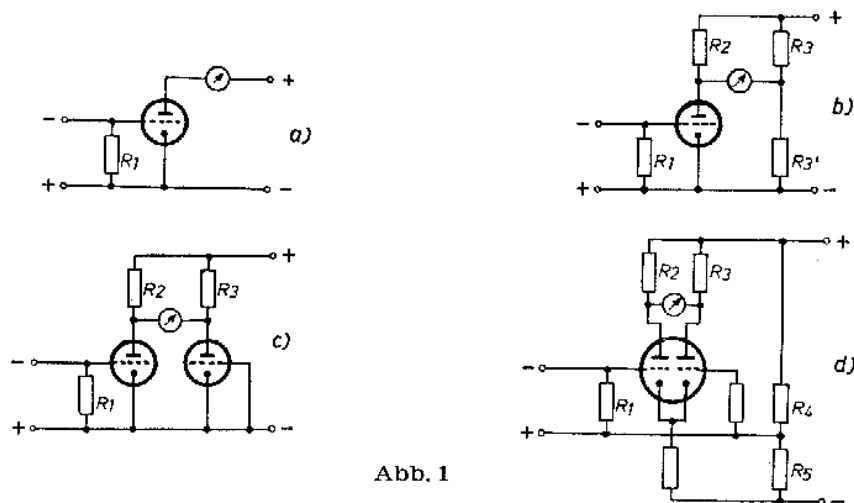
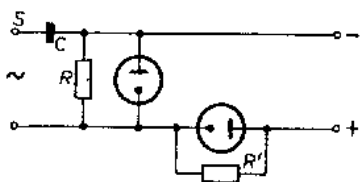
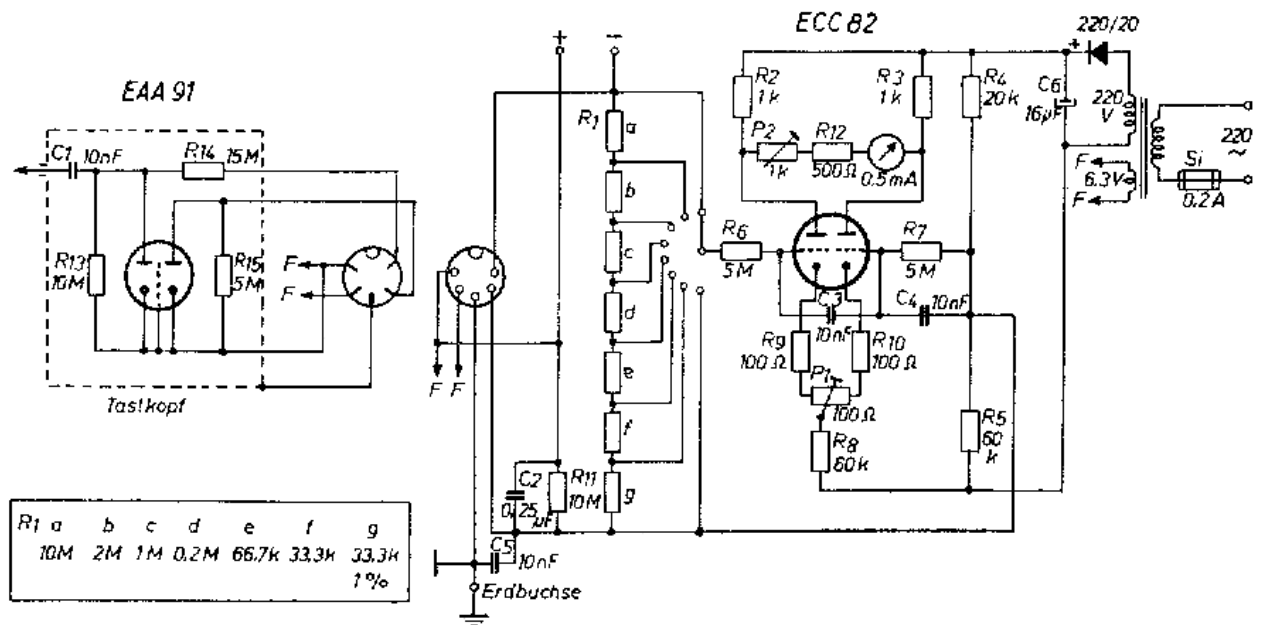

Abb. 1
Abb. 2
Abb. 4
In Abb. 1 a-d soll das elektrische Skelett verständlich gemacht werden. Zunächst seien nur Gleichspannungen zu messen, die mit der gezeichneten
Anders liegt der Fall, wenn Wechselspannungen gemessen werden sollen. Wir lassen unsere bisherige Anordnung bestehen und schalten einen Gleichrichter davor. Abb.2 zeigt einen einfachen Diodenkreis, der völlig genügt. Diese Schaltung (die linke Diode mit R) kennen wir vom Demodulator im Empfänger her. R wird - wie R1 - mit 10 MOhm gewählt, während C nur so groß sein muß, daß die tiefste zu messende Frequenz noch erfaßt wird (für 50 Hz genügen 10 nF). Die ganze Anordnung wird in eine handliche kleine Sonde (Tastkopf) eingebaut und mit dem Röhrenvoltmeter durch ein Kabel verbunden, das nur noch Gleichstrom und Heizstrom führt. Die Eingangsbuchse S ist als Tastspitze ausgeführt (siehe Photo), damit bei hochfrequenten Messungen lange Leitungen vermieden werden. Über die zweite Diode und R' siehe weiter unten.
Bevor wir zur Gesamtschaltung (Abb. 4) übergehen, müssen wir uns noch mit drei wesentlichen Fragen herumschlagen:
1. Anlaufstrom. In jeder Diode - dazu gehört auch die Strecke Katode-Steuergitter bei Verstärkerröhren - fließt auch bei null Volt angelegter Spannung ein kleiner sog. Anlaufstrom (Abfluß freier Elektronen aus der Katode). Er erzeugt in einem Widerstand (R1 in Abb.1, R in Abb.2) einen Spannungsabfall, der von R abhängt und hier bei etwa 1 Volt liegt. Die Diode in Abb. 2 liefert also bereits im Ruhezustand eine kleine Gleichspannung. Wir kompensieren sie mit Hilfe einer zweiten Diode und R', so daß sich die beiden Anlaufspannungen gerade aufheben. Theoretisch müßten R und R' gleich groß sein, in unserer Schaltung ist R' aber wesentlich kleiner, was auf eine geringe Unsymmetrie der Brumm-Einstreuungen zurückzuführen ist.
Aber nicht nur im Diodenkreis, sondern auch im Gitterkreis der Triode tritt diese Anlaufspannung störend hervor. Wenn R1 sich nicht ändern würde, hätte sie keine Bedeutung. Da wir R1 jedoch als Spannungsteiler ausbilden wollen, um verschiedene Meßbereiche zu bekommen (Abb. 4), ändert sich mit jedem Umschalten auch die Anlaufspannung und bedingt jedes Mal eine Nullkorrektur des Instrumentes. Durch Vorschalten eines großen Gitterwiderstandes vor die Röhre (R6 in Abb. 4) vermindern wir diesen Effekt sehr. Aus Symmetriegründen bekommt auch die rechte Röhre den Vorwiderstand. Die Null-Lage muß jetzt nur beim Umschalten auf den kleinsten Meßbereich geringfügig nachgestellt werden.
2. Null - Einstellung. Jeder Gleichspannungs-Verstärker (diesen Fall haben wir hier vor uns) muß von Zeit zu Zeit etwas nachjustiert werden, da sich die Röhrendaten und Widerstandswerte während der Betriebszeit geringfügig ändern. In Abb. 4 wird mittels P1 die Symmetrie zwischen den beiden Katoden eingeregelt. Ferner sehen wir in Serie mit dem Instrument das Potentiometer P2. Dieser Regler verändert die Empfindlichkeit und damit den Endausschlag des Instrumentes und dient zur einmaligen Einstellung auf Vollausschlag auf irgendeinem Meßbereich. Er braucht dann nur bei Röhrenwechsel nachgetrimmt zu werden. Durch den Anschluß des Dioden-Tastkopfes darf sich in Ruhe die Null-Lage nicht mehr ändern.
Jetzt wird Abb.4 leicht verständlich. R1 ist als Spannungsteiler aufgeteilt, die 7 Teilwiderstände müssen auf 1%, besser 0,5% genau sein, da von ihnen die Meßgenauigkeit des ganzen Gerätes abhängt. R11, (sowie R13 und R15) brauchen nicht so genau zu sein, sollen aber unbedingt vor dem Einbau gealtert werden, R11 liegt als Vorwiderstand vor dem Eingang des Gerätes. Dadurch lassen sich ohne Störungen alle Messungen erdfrei ausführen, d.h. es kann der Plus- oder Minuspol des Einganges geerdet werden. C2, C3 und C4 verhindern Störungen, die durch Eindringen von Wechselfspannungen und ihrer Gleichrichtung entstehen könnten. Der fünfpolige Stecker führt zum Tastkopf. R11 und R13 sind gleich groß und entsprechen R' und R in Abb.2. Da R' aber, wie oben erwähnt, im vorliegenden Fall kleiner sein muß als R, wird R11 beim Einstecken des fünfpoligen (Tuchel-)Steckers entsprechend mit R15 überbrückt. Der Widerstandswert R15 ist ziemlich unkritisch und wird ausprobiert, er muß so groß sein, daß die Null-Lage beim Einstöpseln des Tastkopfes erhalten bleibt. R14 wird, wenn nötig, noch so geändert, daß sich der richtige Endausschlag bei der Wechselfspannungsmessung einstellt. Das Chassis (Gehäuse) wird über eine eigene Leitung im Fünffachkabel mit der Abschirmung des Tastkopfes verbunden. Die Verbindung zur Schaltung selbst bildet C5, damit das Gehäuse berührungssicher ist. Die Heizleitung wird mit den beiden Katoden der EAA 91 verbunden. Die maximal zulässige Spannung zwischen Faden und Katode wird dann bei der ECC 82 nicht überschritten. Der Netzteil verzichtet auf Drossel und Siebkondensator und braucht auch nicht stabilisiert zu werden, wenn nicht extrem hohe Anforderungen an die Unabhängigkeit von Netzschwankungen gestellt werden. Der Ladeblock C6 darf nicht leitend auf das Chassis geschraubt werden. Günstig ist ein kleiner Roll-Elektrolyt, der in die Verdrahtung eingehängt wird.
Hinweis: Im Schaltbild der Original-Veröffentlichung (Abb.4) ist der Netzgleichrichter mit falscher Polarität eingezeichnet. Der Fehler ist in diesem Dokument korrigiert.